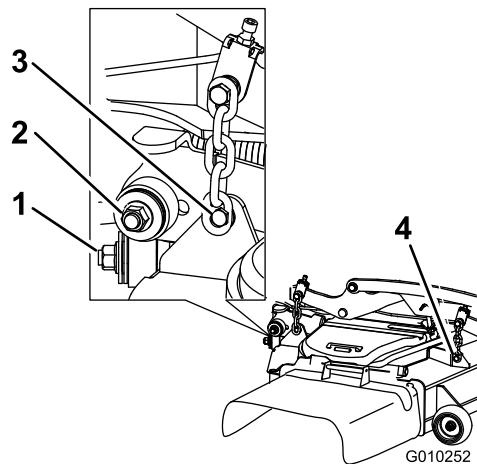

Figura 132
7. Retire y guarde los herrajes de ambos lados de la carcasa, según se muestra en Figura 132.